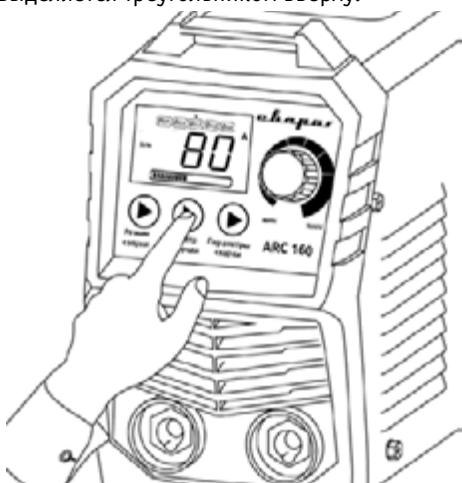

Рис. 9.8. Выбор диаметра электрода.
- Выберите необходимый диаметр электрода (См. рис. 9.8).